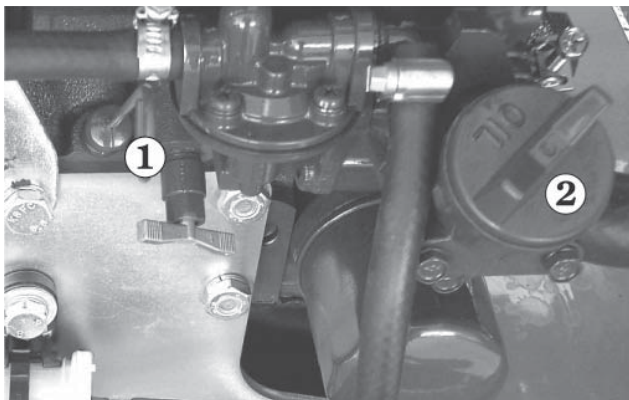

Abb. 7.6 – Motorölstand
Halten Sie den Ölstand zwischen den Markierungen am Peilstab ❶ (siehe Abb. 7.6).
Der Abstand zwischen der oberen und der unteren Peilstabmarkierung entspricht etwa 1 Liter. Füllen Sie bei Bedarf Öl an der Kappe ❷ nach (siehe Abb. 7.6). An der Oberseite des Motors ist eine alternative Einfüllkappe vorgesehen.